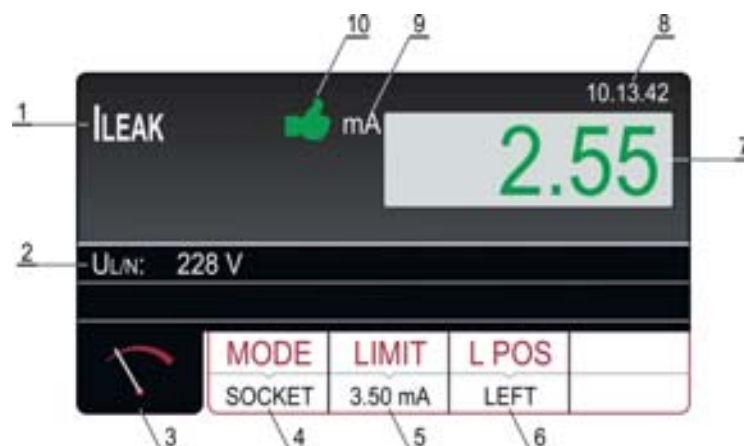

Fig. 75: Videata dei risultati delle prove ILEAK in modo PRESA
8. Lancer la mesure en appuyant sur la touche **START/STOP**. La mesure sera lancée et arrêtée par une nouvelle pression de la touche **START/STOP**. Le résultat du test sera affiché en vert s'il est inférieur ou égal ou en rouge si supérieur à la valeur limite réglée. Le résultat final sera accompagné du symbole  vert et d'un signal sonore bref (résultat OK) ou du symbole  rouge et d'un signal sonore prolongé (résultat non OK). La Fig. 75 montre un exemple de page-écran avec les résultats des mesures